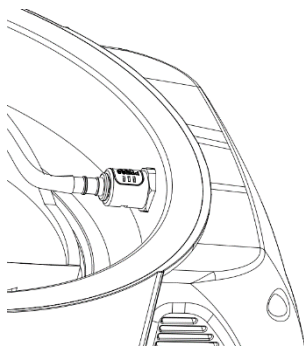
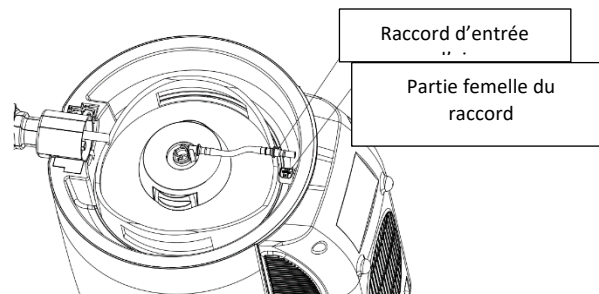

Figure 14
Figure 15
3. Appuyez et maintenez enfoncé le bouton blanc de la prise d'entrée d'air (comme illustré sur la figure 14), et retirez le raccord d'entrée d'air à l'extrémité du tuyau à bière sur le dispositif de valve de la prise d'entrée d'air (comme illustré sur la figure 15).